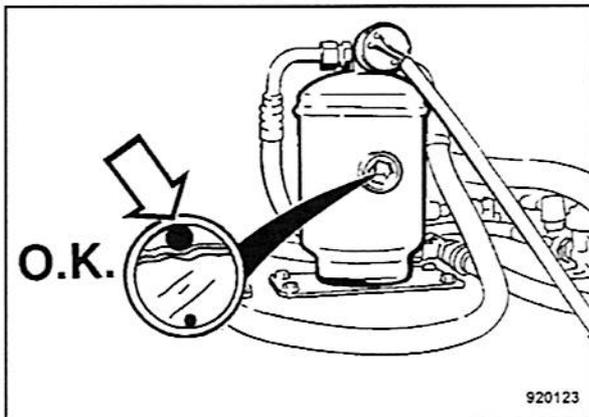

Fig. 135
- Comprobar si el flotador esférico blanco (Fig. 135) se encuentra arriba de todo en el cristal de observación de la unidad secador/colector.